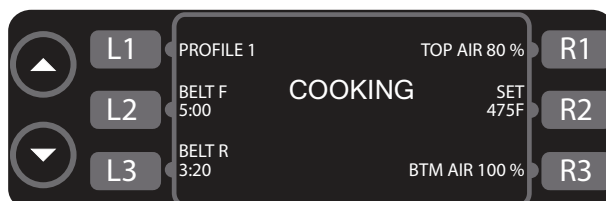
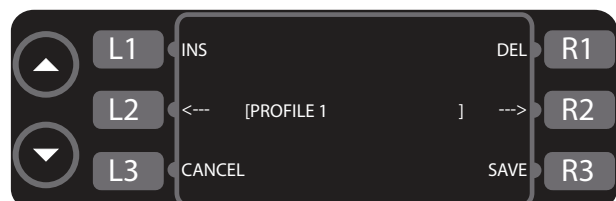

Abbildung 9: Anzeige COOKING (Backen)
Abbildung 10: Anzeige NAME CHANGE (Namensänderung)
Wenn die Option RIGID (Starr) für eine bestimmte Einstellung aktiviert ist, ist die belegbare Taste neben dieser Einstellung (Abbildung 9) deaktiviert und das Menü kann nicht bearbeitet werden.
- Drücken Sie auf der Anzeige COOKING (Backen, Abbildung 9) L1, um die Namensänderungs-Anzeige aufzurufen (Abbildung 10).
1. Drücken Sie die belegbare Taste (siehe Abbildung 9) neben dem Förderband, das eingestellt werden soll (drücken Sie L2 für das vordere Band [Belt F] oder L3 für das hintere Band [Belt R]).
1. Drücken Sie R2 (Abbildung 9, Seite 13), um die Anzeige mit den Temperatur-Bedienelementen aufzurufen.
1. Drücken Sie R1 (Abbildung 9, Seite 13), um die Anzeige mit den Oberluft-Bedienelementen, oder R3, um die Anzeige mit den Unterluft-Bedienelementen aufzurufen.